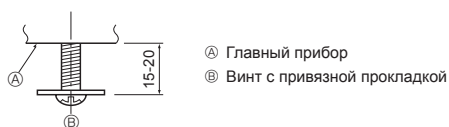
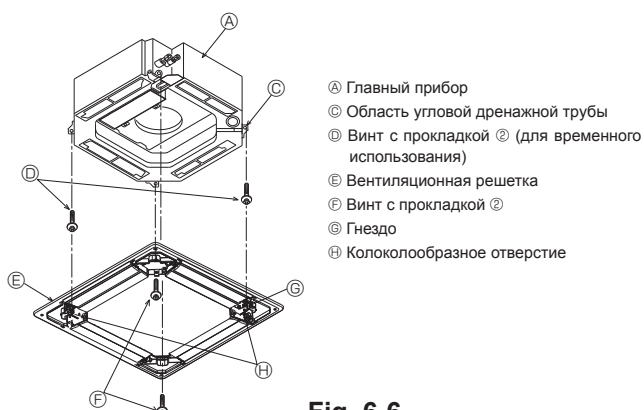
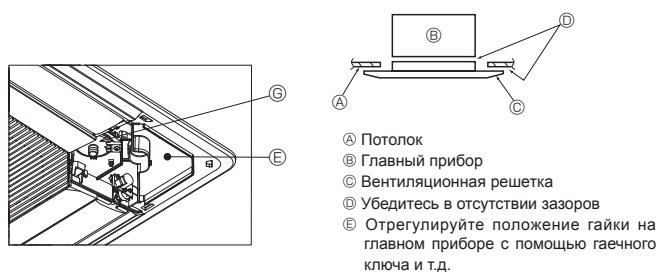

Fig. 6-5
Fig. 6-6
Fig. 6-7
6.4.1. Подготовка (Fig. 6-5)
- Установите 2 входящих в комплект винта с прокладками ② в главный прибор (в области угловой дренажной трубы и в противоположном углу), как показано на диаграмме.
6.4.2. Временная установка вентиляционной решетки (Fig. 6-6)
- Временно закрепите решетку, используя колоколообразные отверстия, для чего установите гнездо ③ решетки в область угловой дренажной трубы главного прибора.
6.4.3. Крепление вентиляционной решетки (Fig. 6-7)